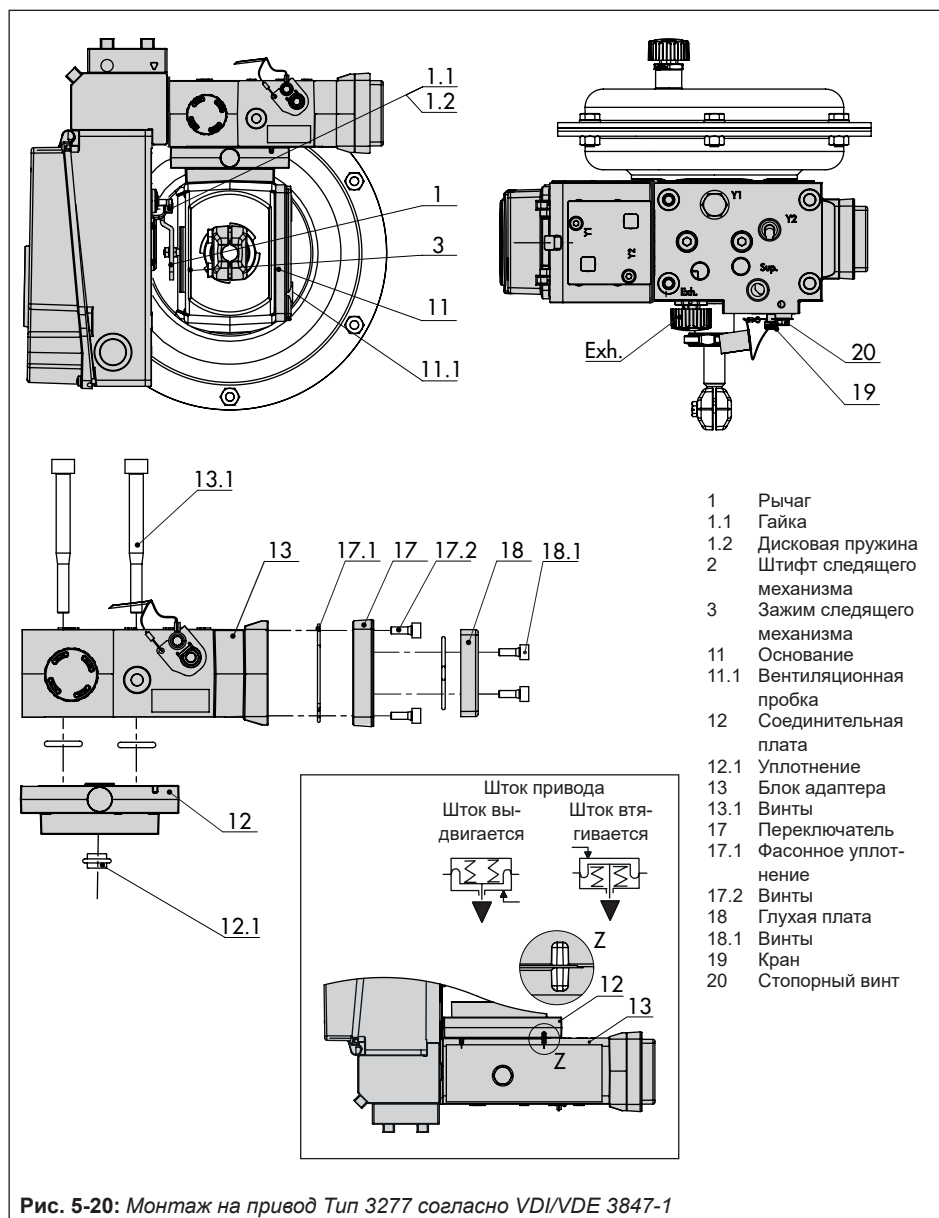

Рис. 5-20: Монтаж на привод Тип 3277 согласно VDI/VDE 3847-1
➔ См. Рис. 5-20
10. Установите позиционер таким образом, чтобы следящий штифт (2) расположился на верхней стороне зажима следящего механизма (3). Рычаг (1) должен укладываться на зажим следящего механизма усилием пружин.
11. Закрепите позиционер при помощи двух крепёжных болтов (6.3) на блоке адаптера (13), следя за правильностью положения фасонного уплотнения (6.2) (см. Рис. 5-20).
12. Установите крышку (11) на противоположной стороне. Следите за тем, чтобы при установленном регулирующем клапане вентиляционная заглушка была обращена вниз, так как это необходимо для оттока скопившейся конденсационной влаги.